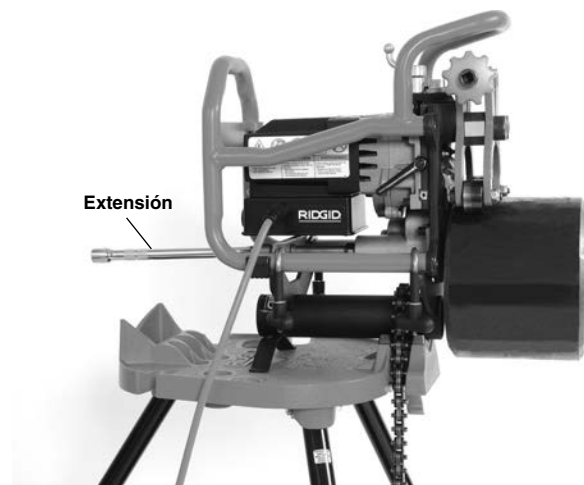

Figura 10 – Biseladora fija, con un tubo que mide menos de 12 pulg. de largo y pesa menos de 50 libras
8. Monte la extensión de 10 pulg. de largo y ½ pulg. de diámetro en el eje de funcionamiento de la biseladora (*vea la Figura 10*).
apoyar el tubo. El tubo se coloca directamente sobre el rodillo de mando y se fija con los rodillos guía (*Figura 10*).